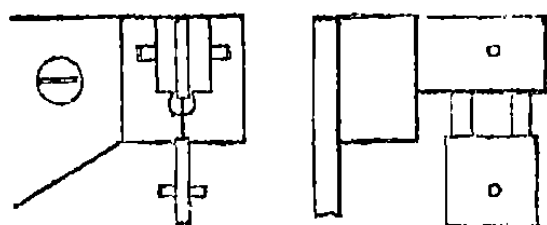

Рис. 210. Подвес на коротком пендельфедере.
1) простой подвес на коротком пендельфедере без приспособления для регулировки (рис. 210);